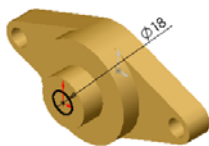

图 7-21 拉伸切除草图轮廓
- 2) 单击 [草图] 绘制工具栏上的 [圆] 按钮 , 绘制一个圆并标注尺寸，如图 7-21 所示。